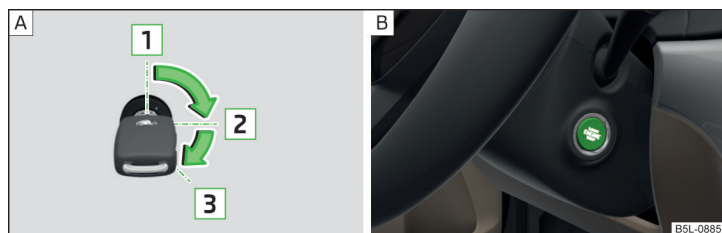

Fig. 121 Pozițiile cheii autovehiculului în butucul de contact / butonul de pornire
Pozițiile cheii autovehiculului în butucul de contact » fig. 121 - A
➤ Apăsăți butonul » fig. 121 - B, contactul se cuplează/decuplează.
- La autovehicule cu **butuc de contact**, rotiți cheia în poziția 3 » fig. 121 la pagina 104 - A, are loc procedura de pornire. Apoi eliberați cheia, motorul pornește automat.
- La autovehicule cu **buton de pornire**, apăsați scurt butonul » fig. 121 la pagina 104 - B, motorul pornește automat.
- La autovehicule cu **butuc de contact**, rotiți cheia în poziția 1 » fig. 121 la pagina 104 - A.
- La autovehicule cu **buton de pornire**, apăsați butonul » fig. 121 la pagina 104 - B, motorul este oprit simultan cu decuplarea contactului.
► Mențineți apăsat butonul » **fig. 121 la pagina 104** - **B** sau apăsați-l de două ori în interval de 1 secundă.